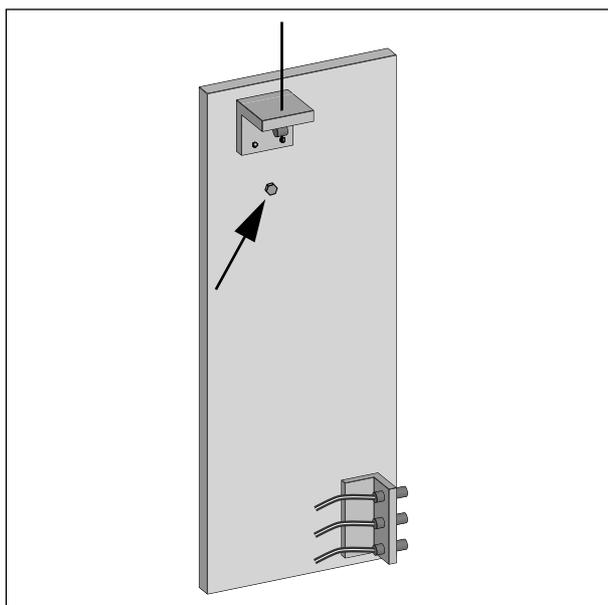

Bild 3-6. Transportsicherungsschraube am Trägerschlitten für Formdistanz-Schalter
- \* Entfernen Sie die Transportsicherungsschraube am Trägerschlitten der Formdistanz-Schalter (Bild 3-6). Der Schlitten befindet sich hinter der linken vorderen Säule (Abdeckung des Schlittens abnehmen).